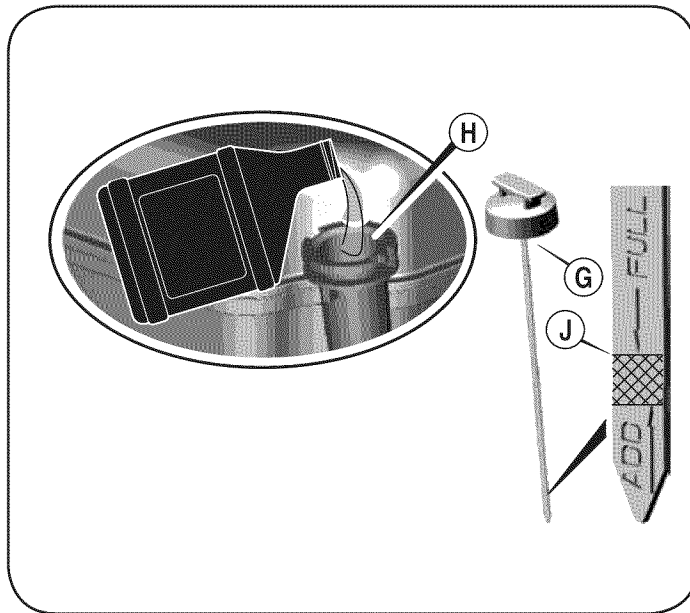

Figura 9
1. Saque la varilla del nivel de aceite (G).
2. Con la cortadora de césped ubicada en suelo nivelado, vierta el aceite lentamente por dentro del tubo de llenado de aceite del motor (H) hasta la marca de límite alto en la varilla medidora del nivel de aceite (J). Vea la Figura 9.
3. Coloque y ajuste la varilla indicadora. Luego quítela para revisar el nivel de aceite. Vea la Figura 9.